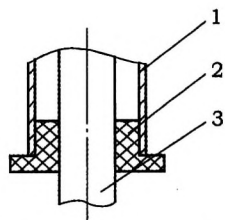

图5 管柱橡胶套与转向轴配合
(1) 管柱橡胶套与转向轴配合松旷 方向盘旋转时，转向轴传递方向盘的扭矩，橡胶套支撑转向轴做旋转运动，并起减磨、缓冲作用(见图5)。若转向轴和橡胶套的间隙过大，转向轴旋转时会产生振动，造成异响。表现为车辆在任何情况下，以较快的速度
(3) 管柱装配不良 橡胶套起滑动轴承的作用，支撑转向轴做旋转运动（见图5），若润滑不良，将造